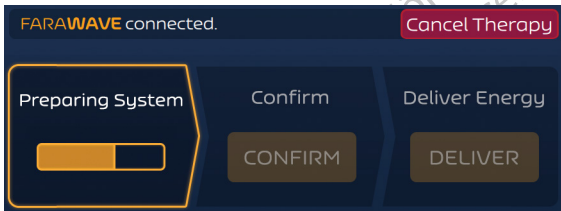

Figura 7. Ecranul Terapie – Modul asincron – Pregătire
2. După poziționarea cateterului FARAWAVE PFA în locația dorită, apăsați butonul PREPARE (Pregătire) pentru a inițializa generatorul FARASTAR PFA. Figura 7 prezintă interfața cu utilizatorul din acest mod.